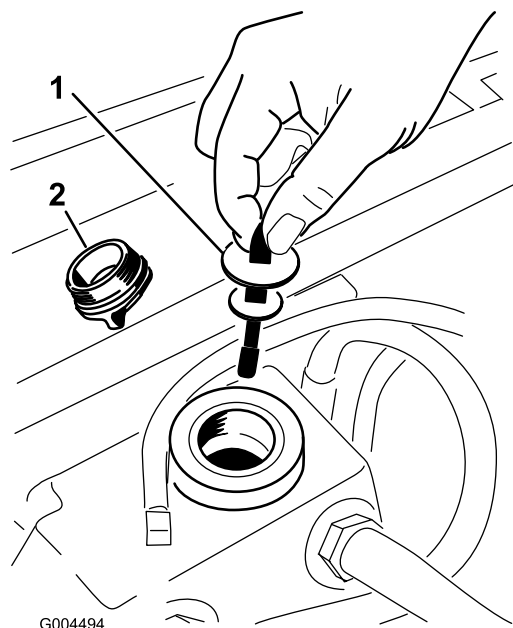

図 68
3. 油圧オイル補給口のキャップ (図 68) を取る。
4. ディップスティックを抜き、ウェスで一度きれいに拭く (図 68)。
5. もう一度首に差し込んで引き抜き、オイルの量を点検する (図 68)。